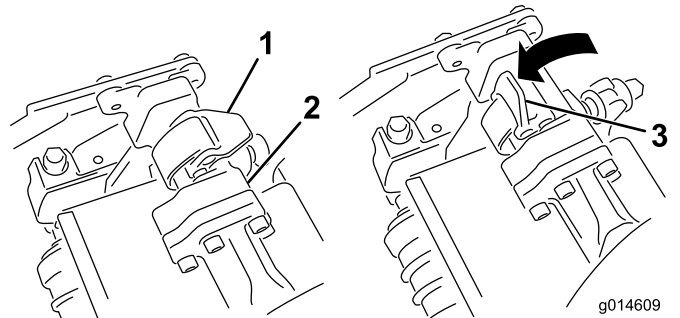
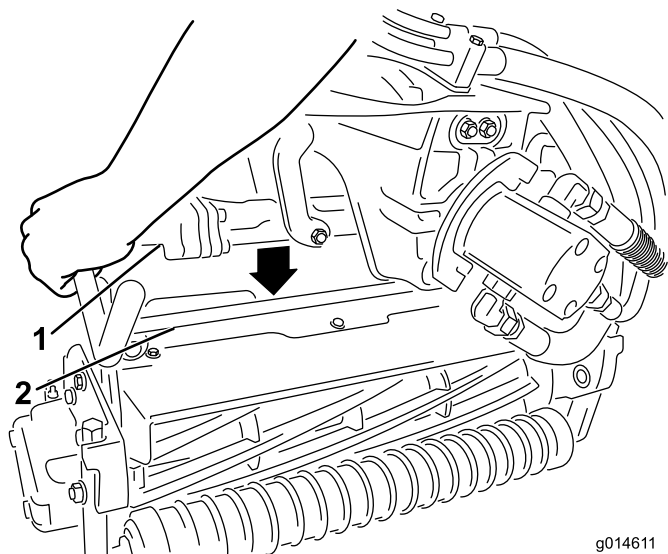

图33
图34
3. 当悬挂臂杆上的门锁指向上方（即打开）时（图33），向下压悬挂臂，使悬挂臂杆与滚刀组顶部的横杆相契合（图34）。
4. 向下并绕着滚刀组横杆关闭闩锁，将它们锁定到位（图33）。
4. 打开您正在拆下的滚刀组悬挂臂上的闩锁（图33）。